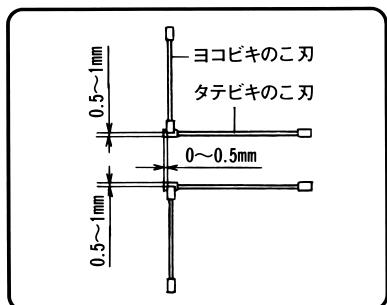

図 24
- (1) アジャストボルトを付属の両口スパナ(13mm)でゆるめます。
- (2) アジャストボルトを移動させて、図24の位置になるようヨコビキののこ刃を調整します。
- (1) ケーシング取付け上下2本のボルトを付属の両口スパナ（13mm）でわずかにゆるめます。
- (2) ソーカバーを動かして、図24の位置になるよう調整します。
タテビキのこ刃とヨコビキのこ刃は、図24のように調整してください。